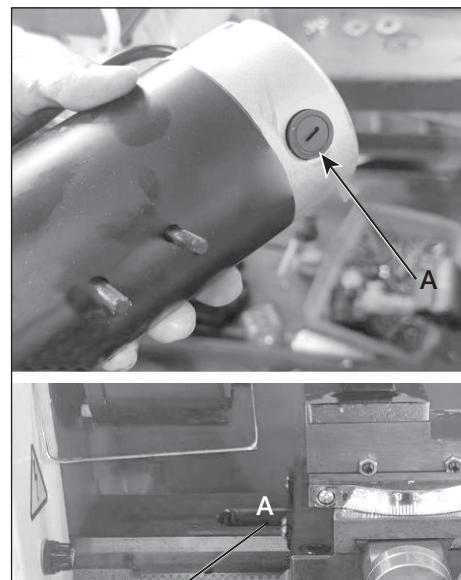

Рисунок 19.
- ослабьте крепления щеткодержателей А (рис. 19) и осторожно снимите щетки;